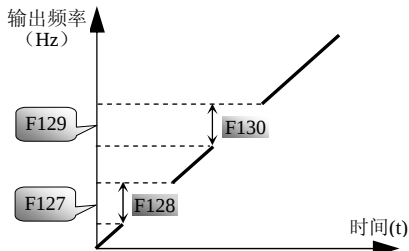

图 5-3 频率回避示意图
- 如图 5-3 所示：回避点频率为 20Hz，回避点宽度为 5.00，当变频器输出在 17.5～22.5Hz 范围时会自动跳开。